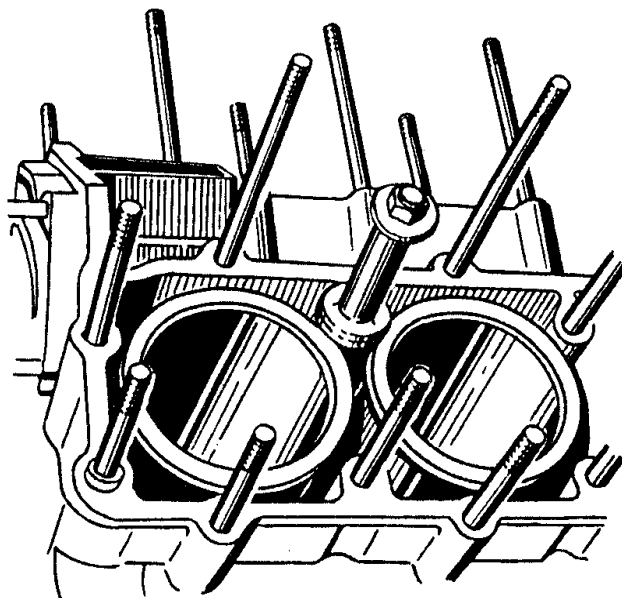

Рис.63. Закрепление гильз втулками - зажимами
34. При необходимости вынуть гильзы цилиндров с прокладками. В противном случае, закрепить втулками-зажимами гильзы цилиндров в блоке цилиндров для предохранения их от выпадения (рис.63).